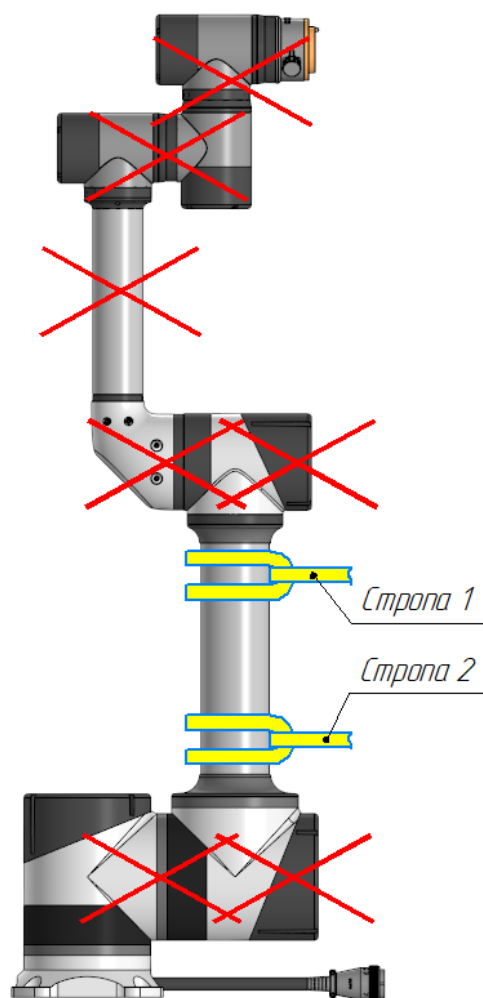

Рисунок 12 – Разрешенные и запрещенные места обхвата при монтаже/демонтаже манипулятора
3. Нельзя подвергать усилиям запрещенные места обхвата (СП4, СП5, СП6) и пластиковые защитные крышки (см. Рисунок 12).